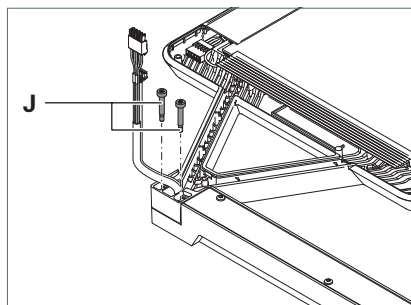

Fig. 13: Fixer la tête du luminaire.
2. Serrez les deux vis de réglage **J** jusqu'à ce que les têtes de vis soient à fleur de l'adaptateur, voir Fig. 13.